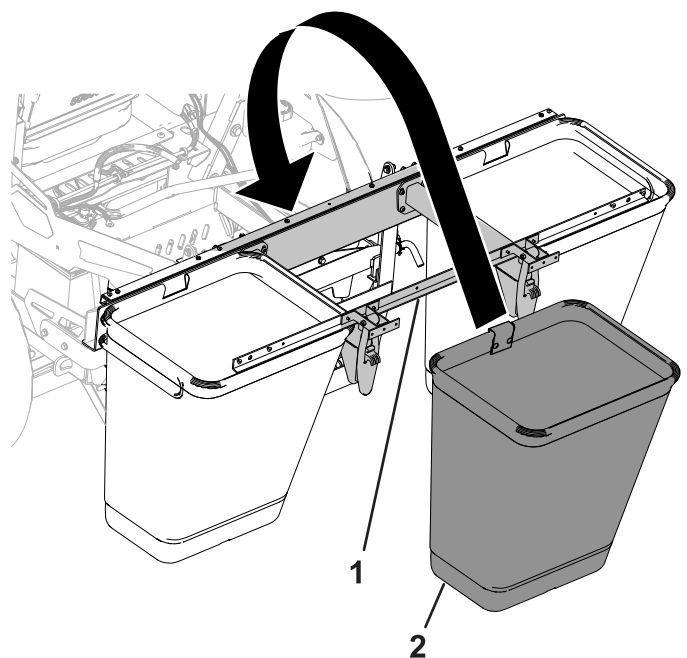

Figura 17
1. Enganche las bolsas en el bastidor del ensacador (Figura 17).